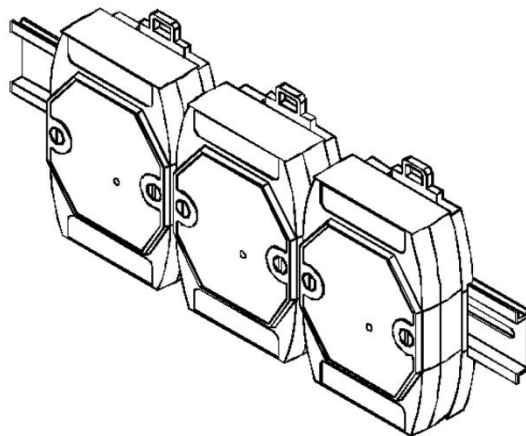

图 6
5、安装说明：DAM-3020 模块可方便的安装在 DIN 导轨、面板上（如图 5），还可以将它们堆叠在一起（如图 6），方便用户使用。信号连接可以通过使用插入式螺丝端子，便于安装、更改和维护。